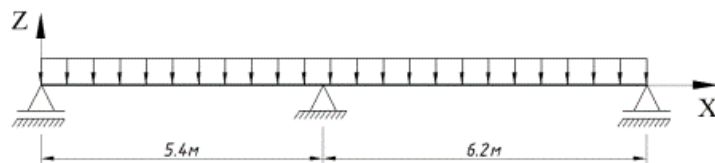

Рисунок 11 - Схема нагружения 1
- Загружение 1 - нагрузка от собственного веса (рисунок 11).